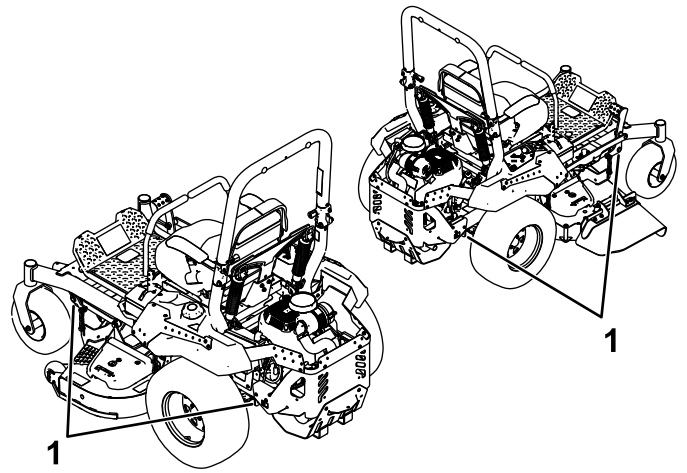

Figura 36
6. Amarre la máquina junto a las ruedas giratorias delanteras y el guardabarros trasero con correas, cadenas, cables o cuerdas (Figura 36). Consulte la normativa local respecto a los requisitos de amarre.